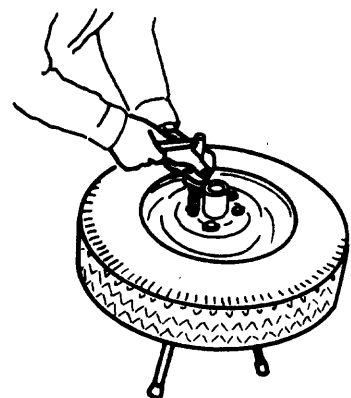

Fig. 2
- e Fije la rueda al flanche (fig. 2).